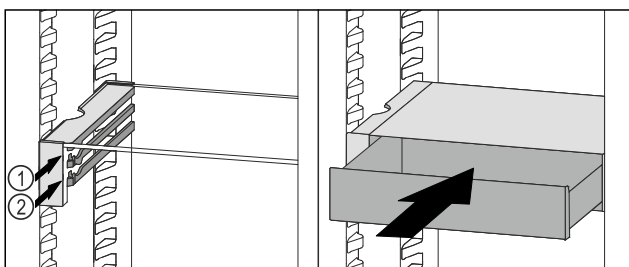

Fig. 86
- ▶ Placer le tiroir VarioSafe derrière les butées sur la nervure désirée Fig. 86 (1) ou Fig. 86 (2).